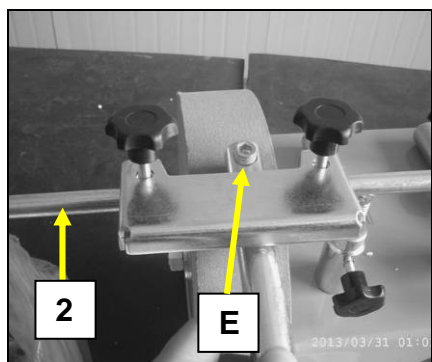

Fig 13
- Positionnez le redresse-meule (E) sur le support universel (2) (Fig 13).